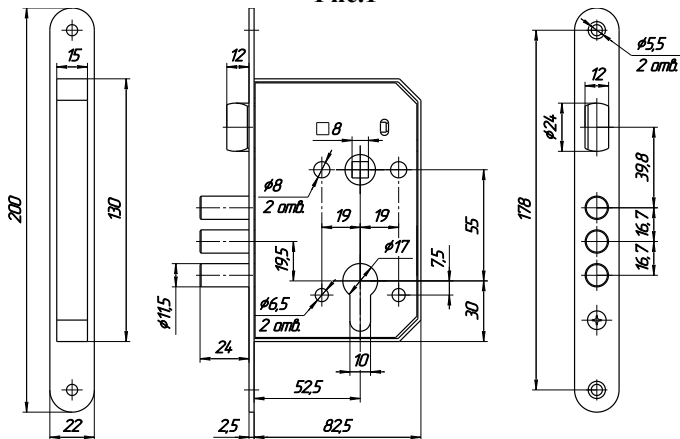

Рис.2
4.1. Произвести разметку и выполнить на полотне двери гнездо для корпуса замка, отверстия для цилиндрического механизма, для стержня ручек фалевых и крепежа, а в дверной коробке – отверстия для пальцев засова и защелки (см. рис.2).